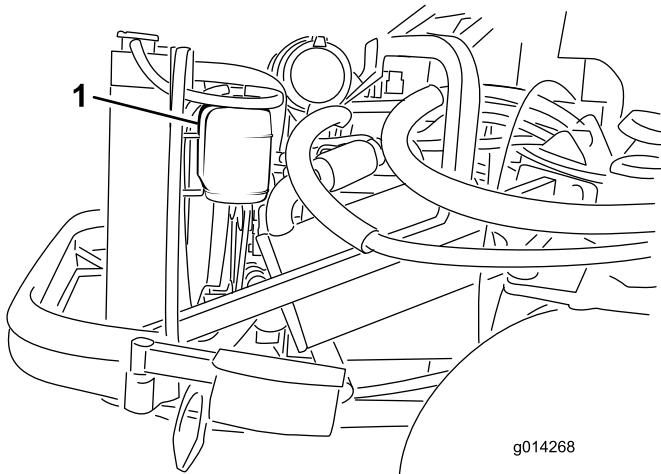

図 41
1. 液量の点検は補助タンクで行う(図41)。タンク側面についている2本のマークの間にあれば適正である。